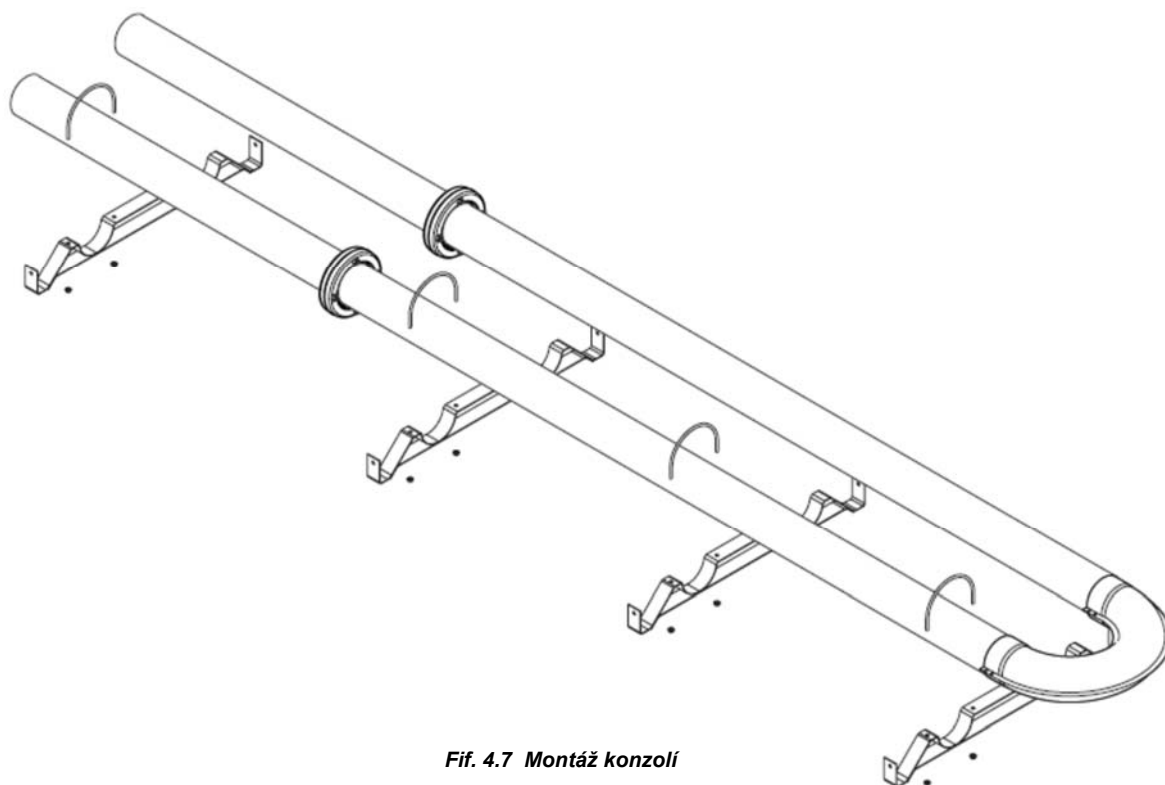

Fig. 4.7 Montáž konzolí
- 4) **Pro všechny modely:** připevněte konzole použitím třmenů viz. Fig 4.7.